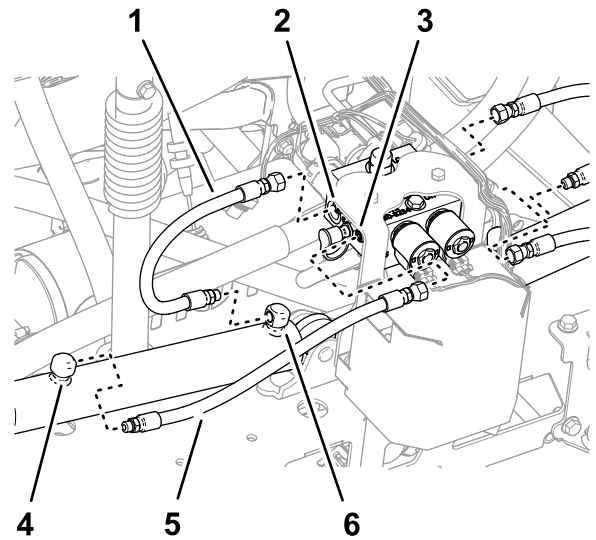

Figura 39
1. Retire las mangueras de los orificios de extensión de los cilindros de elevación derecho e izquierdo (Figura 39).
2. Retire las mangueras de los orificios C2 y C4 del distribuidor de los cilindros de elevación (Figura 39).
3. Retire las mangueras de los orificios de retracción de los cilindros de elevación derecho e izquierdo (Figura 39).
4. Retire las mangueras de los orificios C1 y C3 del distribuidor de los cilindros de elevación (Figura 39).